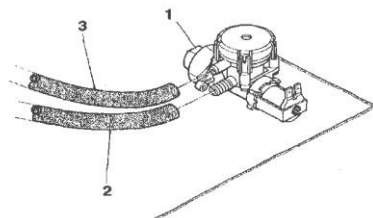

Рис. 13
Используйте шланг (также доступный в виде комплекта) способный выдержать давление водопроводной сети и подходящий для использования с пищевыми продуктами (мин. внутр. диаметр 6 мм) для подключения водоснабжения к тройнику (3/4", газ) электромагнитного клапана подводки воды (см. рис. 13).
Электромагнитный клапан подвода воды (см. рис. 13) оборудован устройством переполнения, механически прекращающим поступление воды в случае неисправности электромагнитного клапана или устройства контроля уровня воды в бойлере. Для восстановления нормального режима работы необходимо выполнить следующие операции:
- ослабить гайку, которая служит креплением шланга электромагнитного клапана, чтобы сбросить остаточное давление в водопроводной системе, и снова затянуть ее (см. рис. 13);